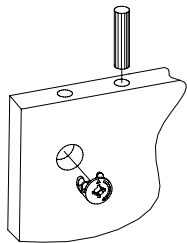

Рис.2
2. Вставьте головки минификсов и шканты в детали 8, 9, 12, 13 (Рис. 2).